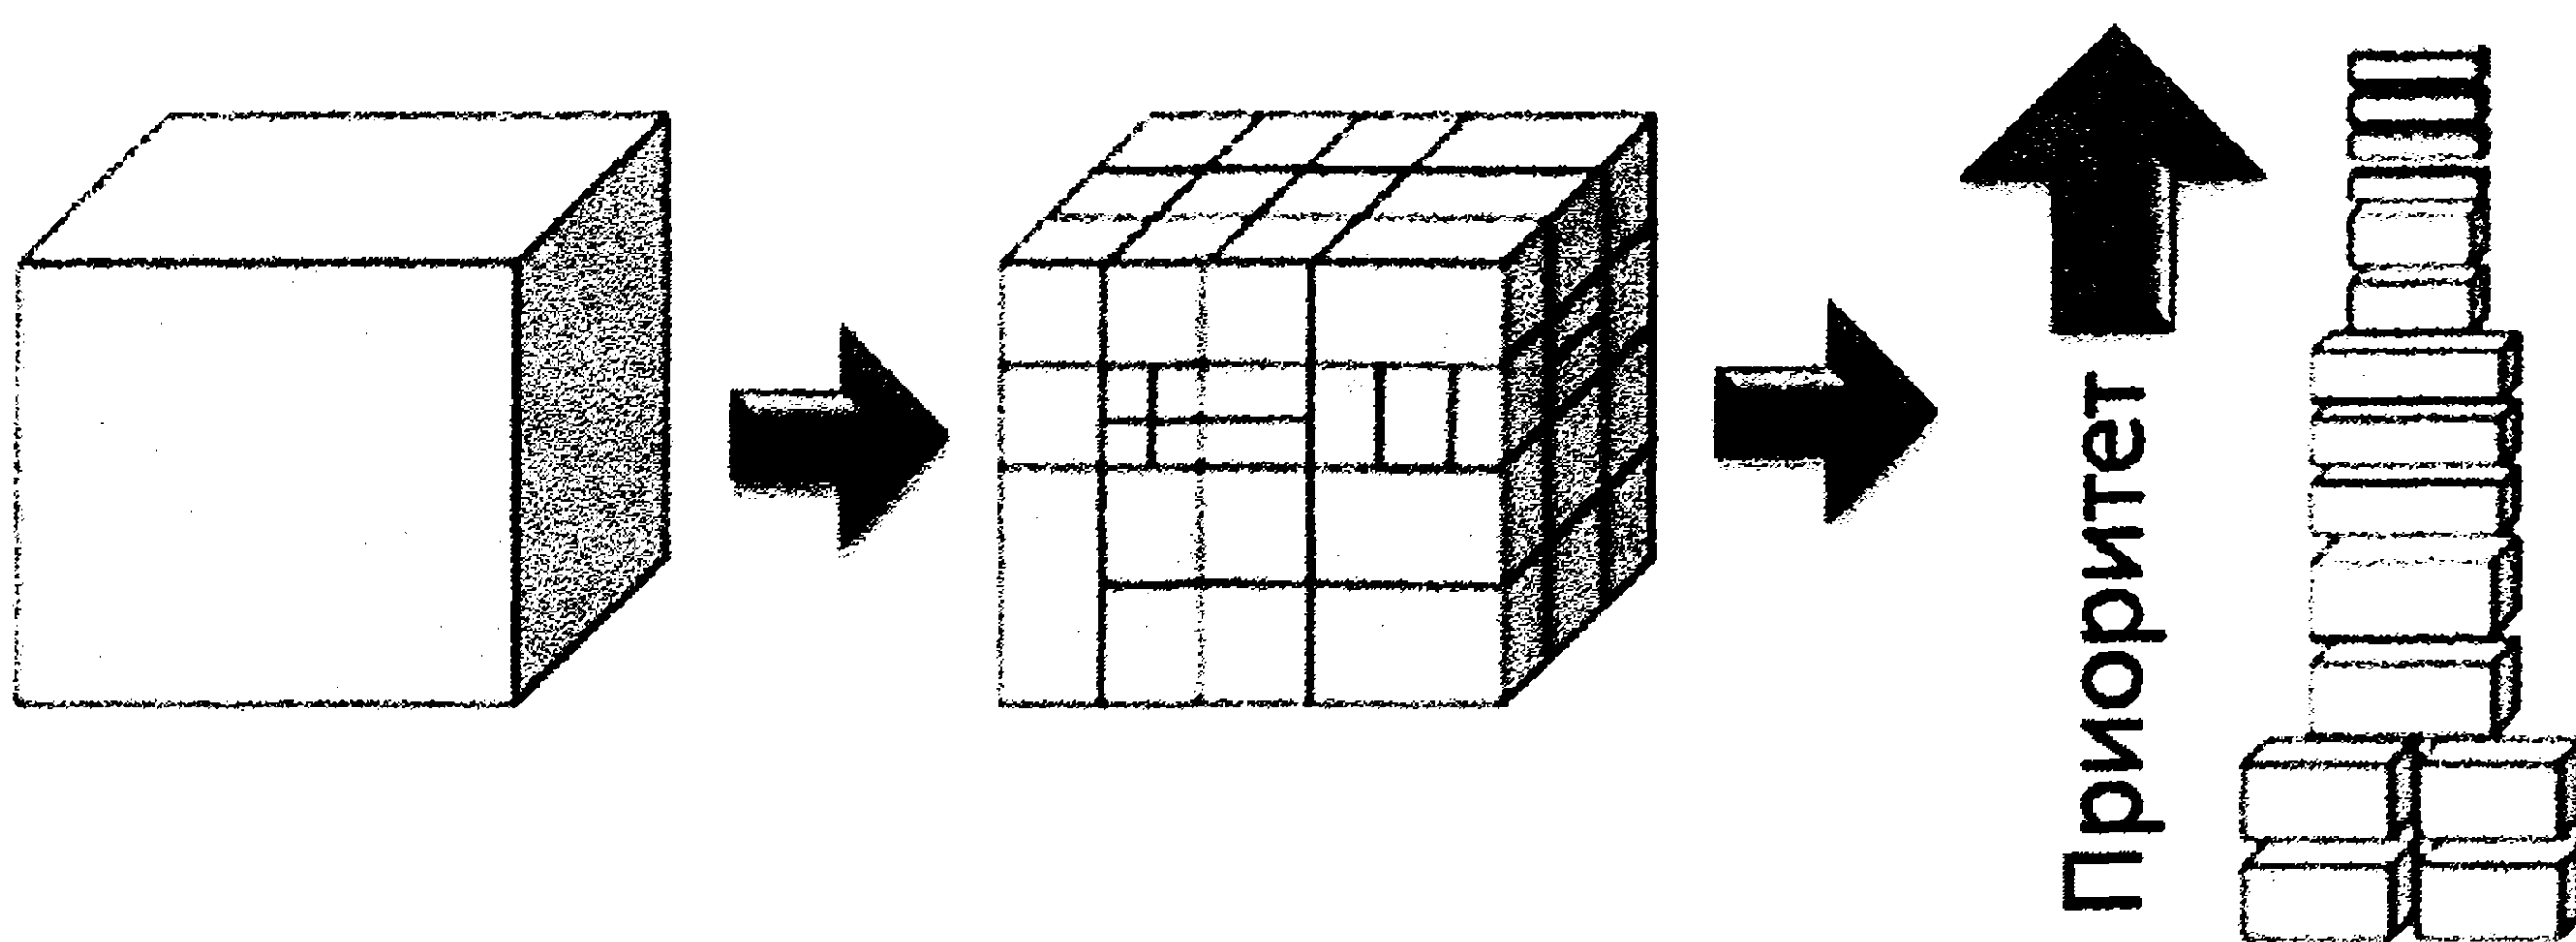

Рис. 2.2. Разбиение работы на компоненты
3. **Разделить работу** на маленькие конкретные компоненты. Отсортировать этот список по приоритетам и оценить относительный объем работы по каждому элементу (рис. 2.2).